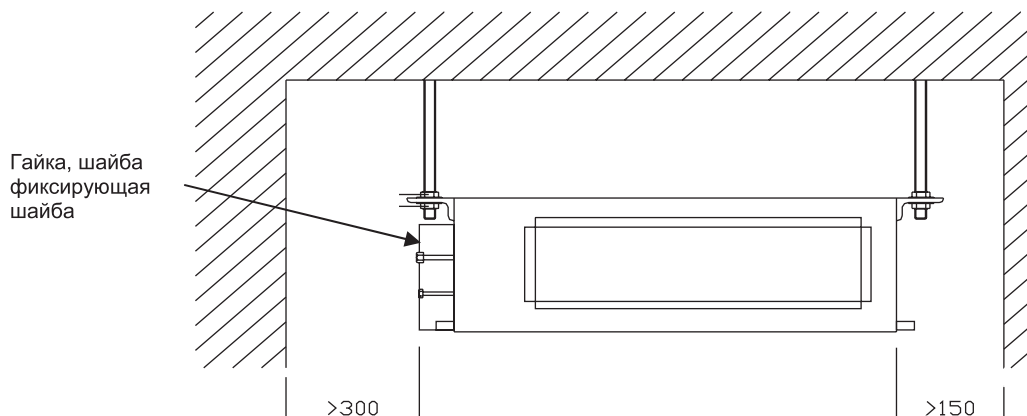

Рис. 10.24 — Размещение блока
- Расстояния от боковой поверхности блока со стороны подключения до ближайшей стены должно быть не менее 300 мм (рис. 10.24).